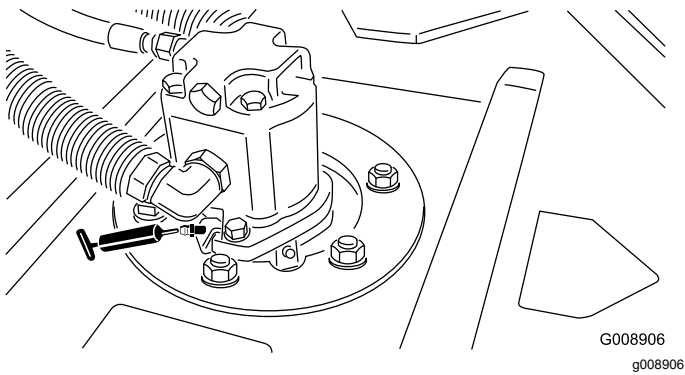

図 43
- カuttingユニットのスピンドルシャフトのベアリングユニットあたり2ヶ所 図 43